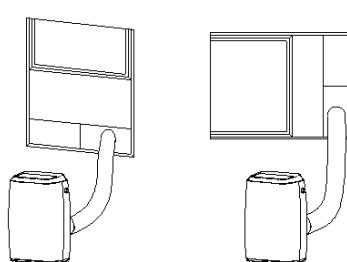

Fig. 5 & 5a
- Jak pokazano na rys. 5 i rys. 5a, zamontować wąż wylotowy i dobrze wyregulować położenie okna.